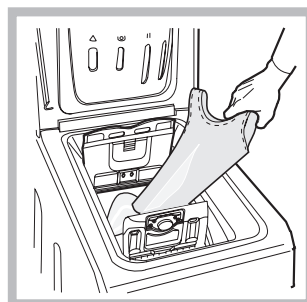

Fig. 3
C) Innlegging av tøy (Fig. 3).